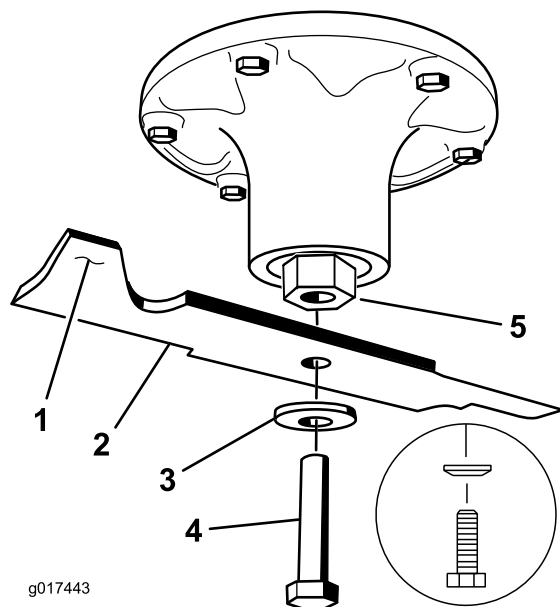

Bild 84
1. Setzen Sie das Messer auf die Spindelwelle (Bild 84).
2. Setzen Sie die Federscheibe und die Messerschraube ein (Bild 84).
Hinweis: Der Konus der Federscheibe muss bei der Installation in Richtung Schraubenkopf zeigen (Bild 84).